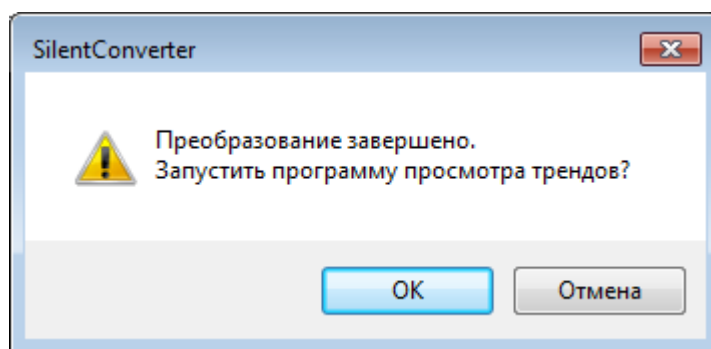

Рис. 3.4 Окно с предложением запуска «ZETTrends»
6. По окончании преобразования файлов появится окно (Рис. 3.4) с предложением запуска программы «ZETTrends» для просмотра записанных сигналов.